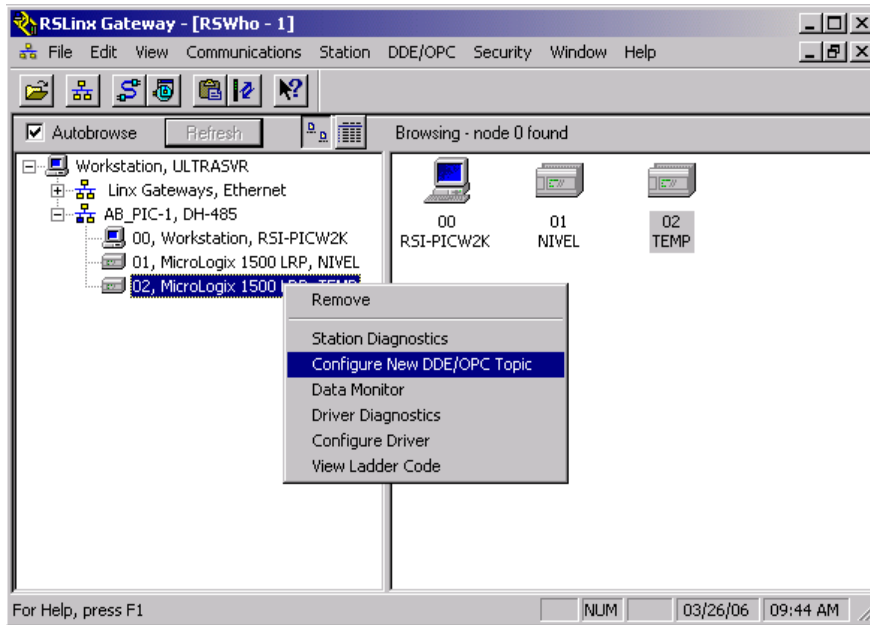
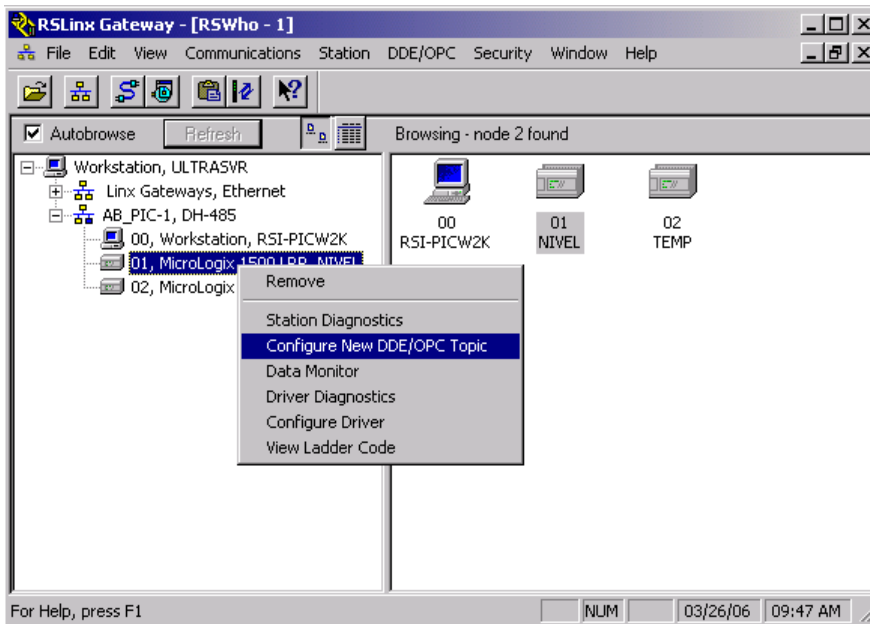

Figura 1. Adici3n del T3pico OPC del Proceso de Temperatura
Figura 2. Adici3n del T3pico OPC del Proceso de Nivel
1. En RSLinx se crea un t3pico dando click derecho en el icono del PLC y seleccionando **Configure New DDE/OPC Topic** como se ilustra en la Figura 1 y la Figura 2.